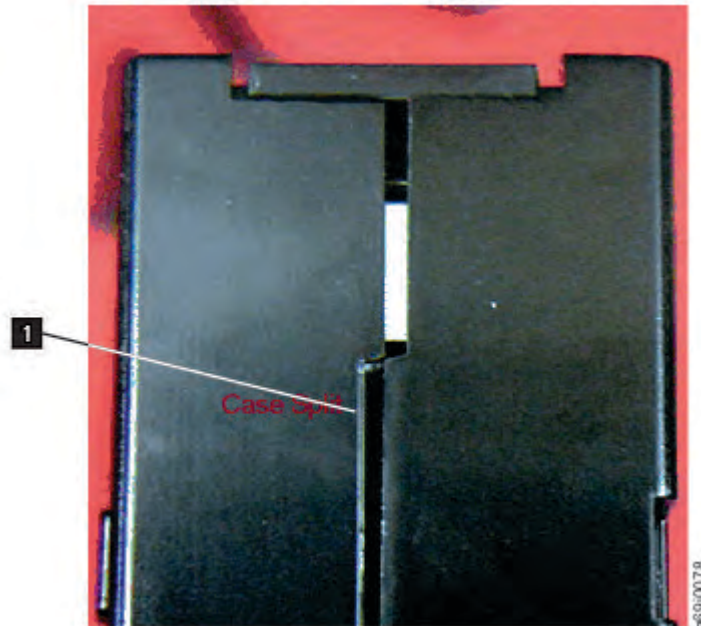
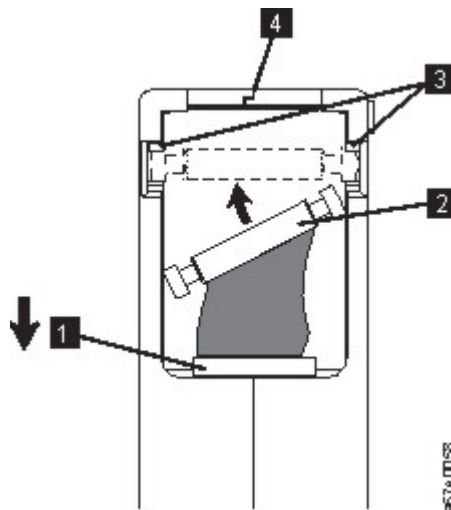

Figura 101. Comprobación de huecos en las juntas de un cartucho
Figure 103. Placing the dislodged leader pin into the correct position
- Inspeccione la parte posterior del cartucho (la parte que se carga primero en el compartimento de carga de cinta) y asegúrese de que no haya ningún hueco en la juntura del estuche del cartucho (consulte **1** en Figura 101 en la página 228 y **4** en Figure 103 en la página 230). Si hay huecos en la juntura (consulte Figura 101 en la página 228), es posible que el eje de guía se haya desplazado. Vaya a “Repositioning or reattaching a leader pin” en la página 229.
Split cartridge case. See Figura 101 on page 228.
1. Slide open the cartridge door (1 in Figure 103 on page 230) and locate the leader pin (2) (you might need to shake the cartridge gently to roll the pin toward the door).
2. With plastic or blunt-end tweezers, grasp the leader pin and position it in the pin-retaining spring clips (3).